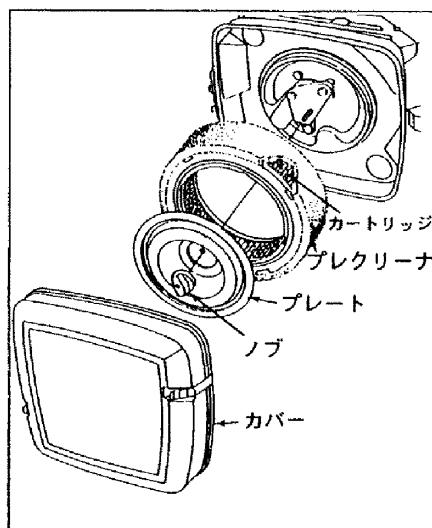

図35 エアクリーナ
- (1) カバー アッセンブリを外す。(図35 参照)
- (1) ノブとプレートを取り外します。(図35 参照)
- (2) エアクリーナカバーを元の場所に取付けます。(図35)